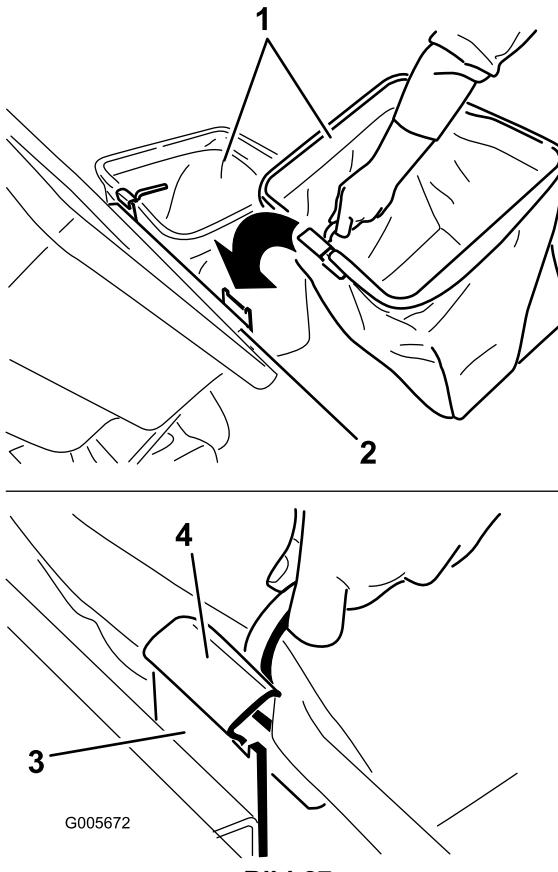

Bild 27
5. Setzen Sie die Grasfangkörbe ein. Schieben Sie die Korbhaken auf die Befestigungshalterungen (Bild 27).